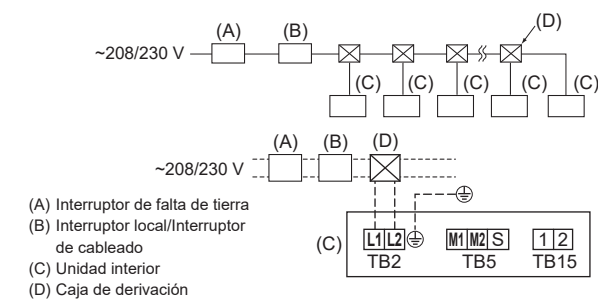

Fig. 6-5
6.2. Cableado de alimentación (Fig. 6-5)